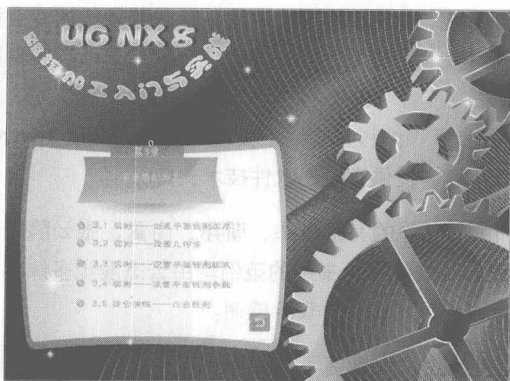

图2
5. 单击某一章的章号按钮即可打开该章的范例目录,如图2所示。